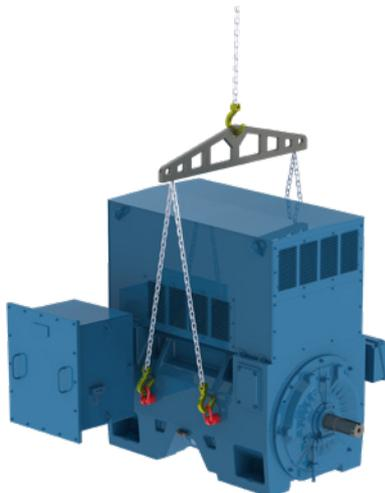

Figure 4.6 - Levage des moteurs W60 avec des chaînes parallèles
- Pour les moteurs W60, comme indiqué à la figure 4.6, l'utilisation d'un palonnier est nécessaire pour maintenir les éléments de levage (chaîne ou câble) en position verticale et éviter ainsi d'endommager la surface du moteur.